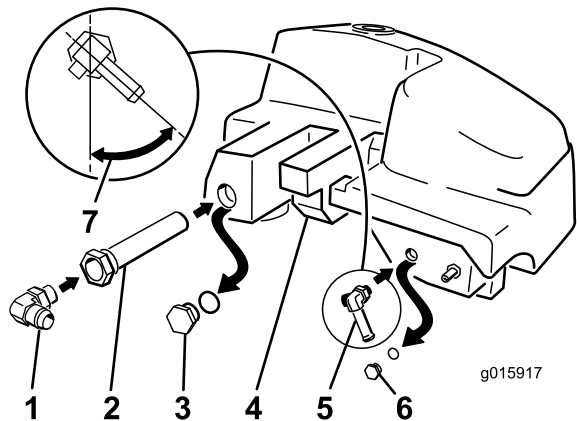

Figura 9
4. Instale el acoplamiento en T pequeño de 90 grados con espiga en el orificio del que retiró el tapón pequeño (Figura 9).